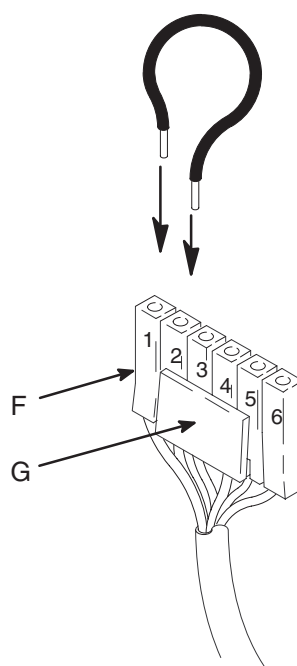
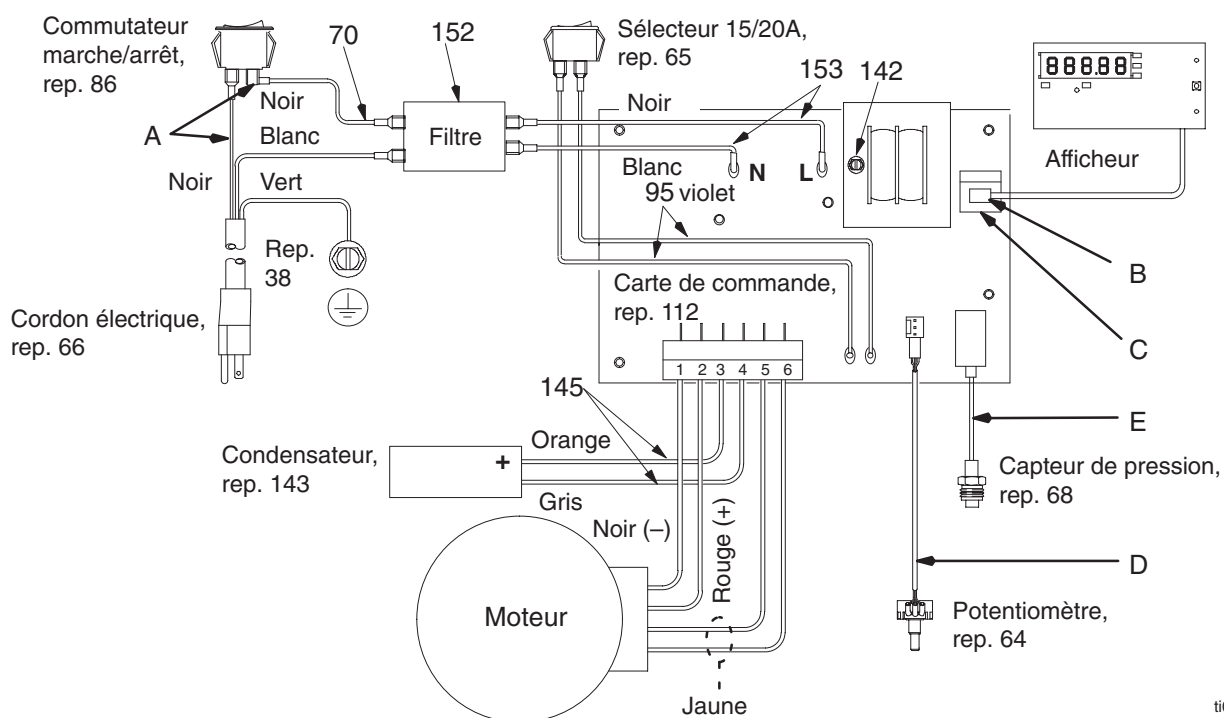

Fig. 3
Fig. 7
4. Fig. 7. Enlever les quatre vis (60), le capot de la régulation de pression (49), les deux vis (108), le panneau de commande (67) et le boîtier (58). Fig. 3. Appuyer sur la patte (G) et débrancher le connecteur du moteur (F).
1. Fig. 3. Raccorder ensemble les fils du moteur (rep. 1 et 2) avec le fil de test. Faire tourner à la main le ventilateur du moteur à la vitesse de deux tours à la seconde environ.
3. Fig. 7. Enlever les quatre vis (60) et le capot de régulation de pression (49). Débrancher le connecteur de l'afficheur (B).
4. Enlever les deux vis (108) ainsi que le panneau de commande (67).
5. Débrancher les deux fils (A) sur l'interrupteur MARCHE/ARRÊT (86).
6. Serrer les pattes intérieures du bouton MARCHE/ARRÊT (86) et sortir ce dernier du panneau de commande (67).
7. Débrancher les deux fils (95) du sélecteur 15/20A (65).
8. Serrer les pattes intérieures du sélecteur 15/20A (65) et sortir ce dernier du panneau de commande (67).
Voir Fig. 7 ou 8 en fonction de la tension du modèle de pulvérisateur.
- Nettoyer les coussins à l'arrière de la carte de commande du moteur (112). Enduire les coussins d'un peu de composé thermique 073019 et l'étaler de façon uniforme.
- Fig. 7 ou 8. Fixer la carte de commande moteur (112) à l'aide des six vis (41) et de la vis (142).
- Brancher sur la carte de commande du moteur (112):
- Fil (E) vers capteur.
- Fil (D) vers potentiomètre.
- Fixer le joint (106) et le carter (58) au moyen de deux vis (108).
- Fixer le panneau de commande (67) à l'aide des deux vis (108). Attention à ce que les fils ne soient pas pincés.
- Fixer le connecteur de l'afficheur (B). Fixer le capot de la régulation de pression (49) à l'aide de quatre vis (60).
- Fig. 7 ou 8. Enlever les quatre vis (60) et le capot (49). Débrancher le câble de l'afficheur (B).